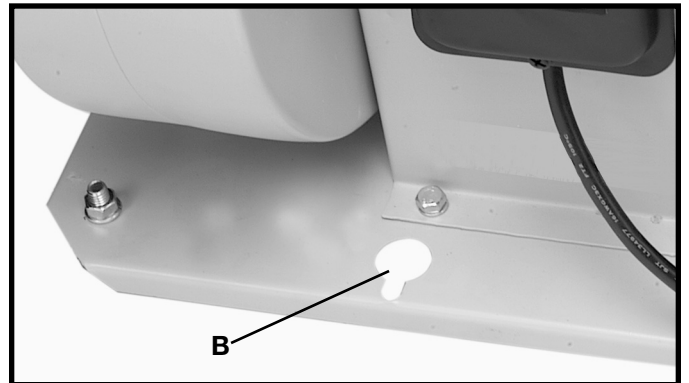

Fig. 30
2. Además del asa de transporte, la máquina cuenta con un soporte de montaje de almacenamiento (B), Fig. 30, con un agujero para montar el colector de polvo en una pared o un soporte de madera (cuando no se esté utilizando).